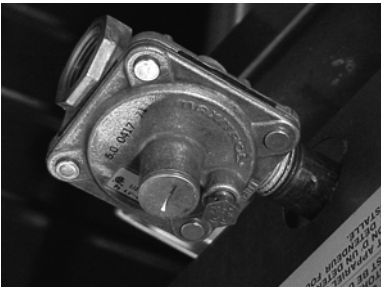
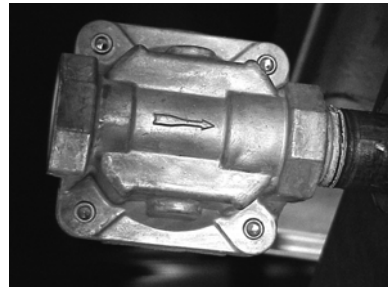

Fig. 3
Fig. 2
Cette plaque chauffante est offerte avec un régulateur de pression du gaz convertible pré réglé à 10 cm de colonne d'eau (CE) pour le gaz naturel. Aucun réglage supplémentaire ne devrait être nécessaire. Installez le régulateur aussi près que possible de la plaque chauffante sur la conduite d'alimentation en gaz. Assurez-vous que la flèche au-dessous du régulateur est orientée dans la direction de la circulation du gaz à la plaque chauffante (Fig. 2 à la page suivante) et que le régulateur est placé avec le bouchon d'aération ainsi que le couvercle de la prise de conversion à droite (Fig. 3 à la page suivante).